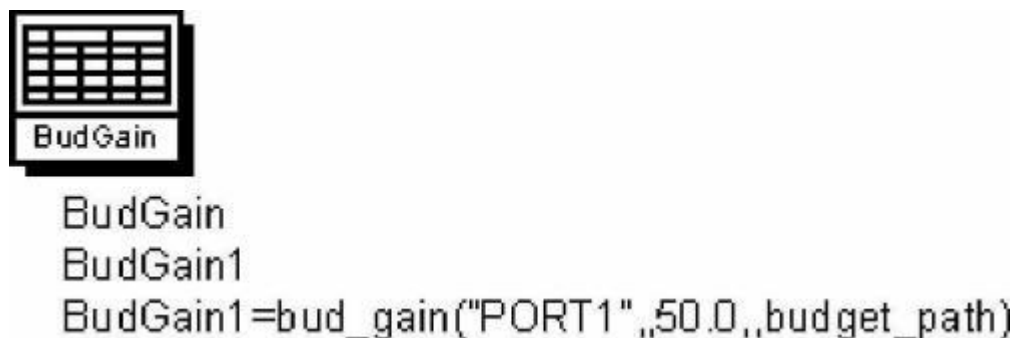

图18 增益预算控制器
(11) 从“Simulation-AC”元件面板中选择一个增益预算控制器“BudGain”，插入原理图中，如图18所示，设置其输入端为“PORT1”，预算路径为已建立的“budget\_path”。